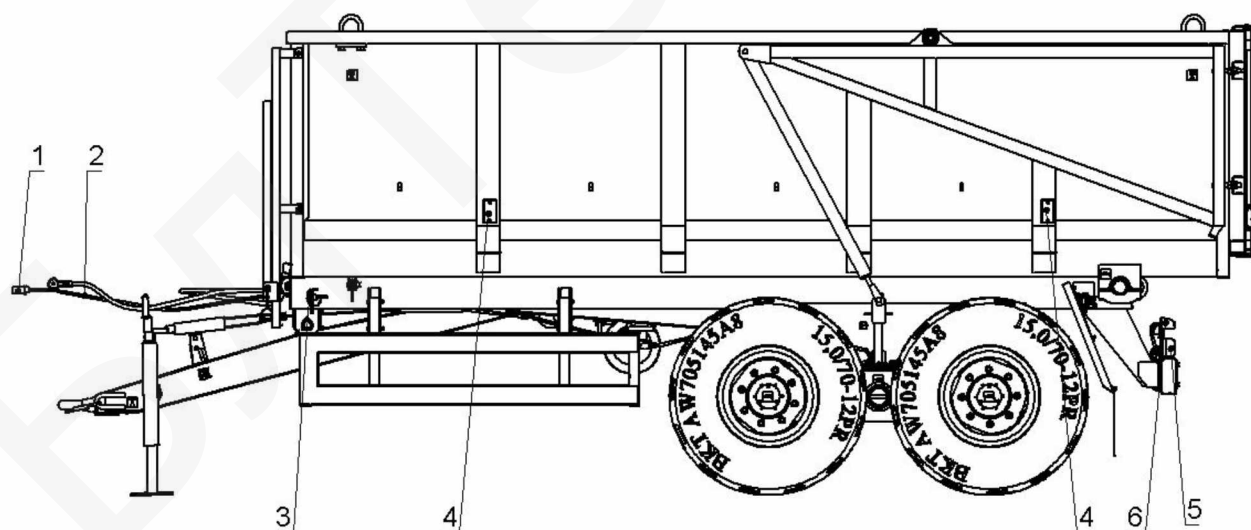

Рисунок 5.2 – Схема установки электрооборудования и светоотражателей
- установить электрооборудование и соединить с трактором (рисунок 5.2);